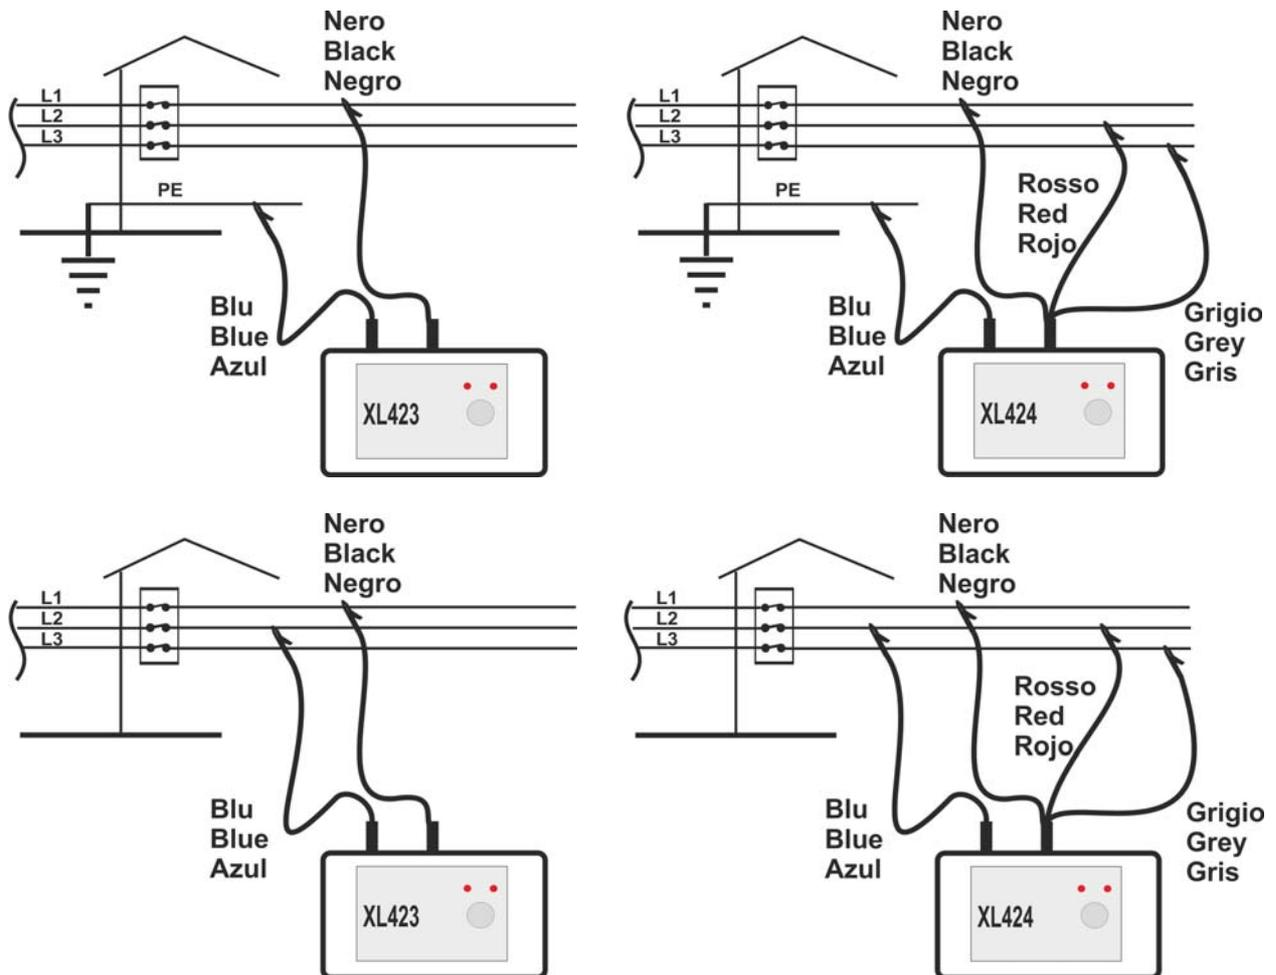

Fig. 4: Collegamento dello strumento in un sistema Trifase 3-fili
3. Collegare i terminali a coccodrillo all'impianto rispettando le connessioni indicate in Fig. 4